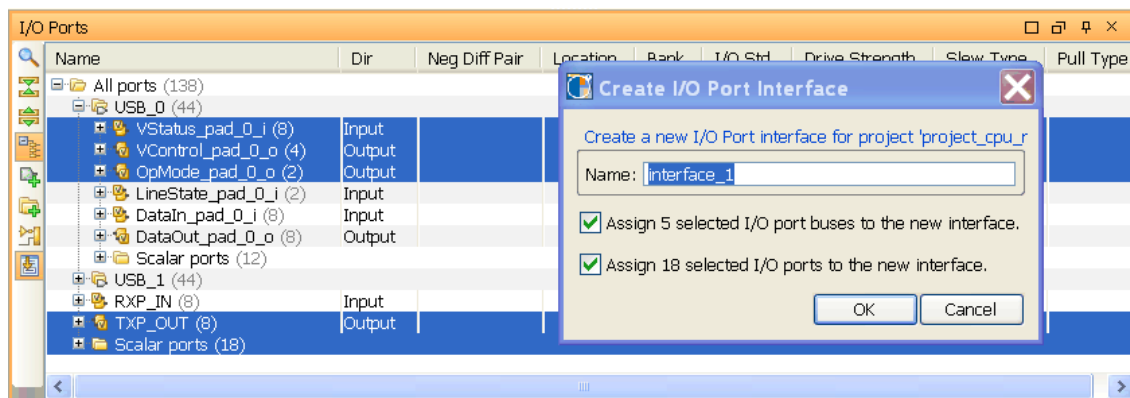

図 8-18： [Create I/O Port Interface] ダイアログ ボックス
2. 右クリックして [Create I/O Port Interface] をクリックします (272 ページの図 8-18)。